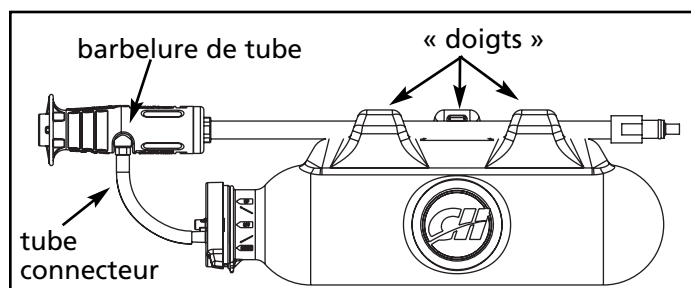

Figure 1
1. Placer le réservoir sur une surface solide, à plat. Placer ensuite la hampe de la lance entre les trois « doigts » sur le dessus du réservoir (voir la Figure 1). REMARQUE : L'ajustement est très serré. Attention pour éviter tout dommage durant l'installation. Si l'on réchauffe le doigt central avec un séchoir à cheveux cela facilitera l'installation.
2. Glisser l'extrémité libre du tube connecteur sur la barbelure de tube fixée à la tête de lance (voir Figure 1).